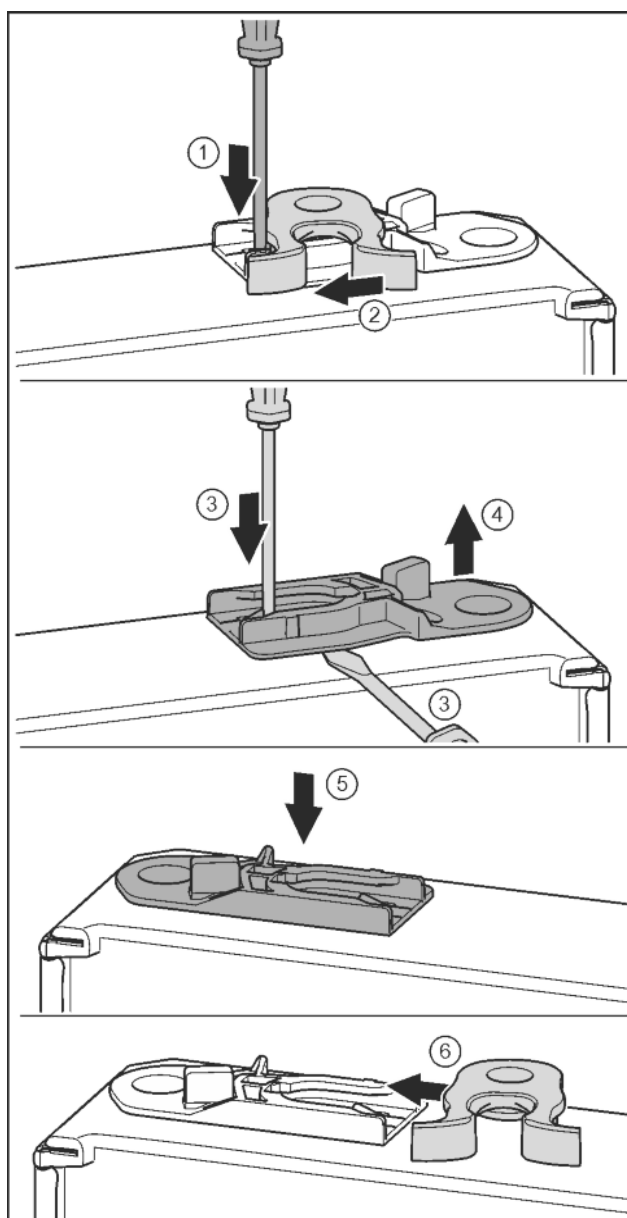

Fig. 20
- Pousser vers le bas la languette avec un tournevis plat. Fig. 20 (1)
- Tirer le crochet de fermeture en dehors du guide. Fig. 20 (2)
- Sortir la douille de guidage : Pousser la languette avec un tournevis plat et la faire passer simultanément sous la douille de guidage avec un tournevis plat. Fig. 20 (3, 4)
- Pousser la douille de guidage fournie de l'autre côté du logement. Fig. 20 (5)
- Pousser le crochet de fermeture dans le guide. Fig. 20 (6)